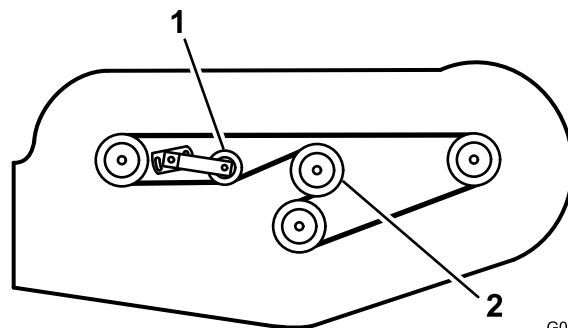

Figura 29
6. Instale a nova correia em redor da polia da caixa de engrenagens, polias do eixo, polia intermédia estacionária e polia intermédia ajustável (Figura 29).